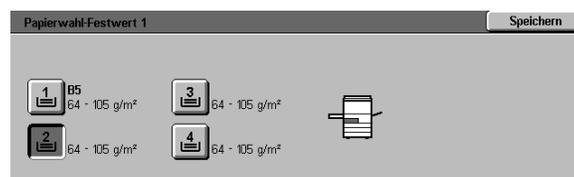

Abb. 44: Papierbehälter-Festwert
- Wurde ein Papierwahl-Festwert gewählt, im Bildschirm "Papierbehälter-Festwert" das gewünschte Papierbehältersymbol wählen (s. Abb. 44).